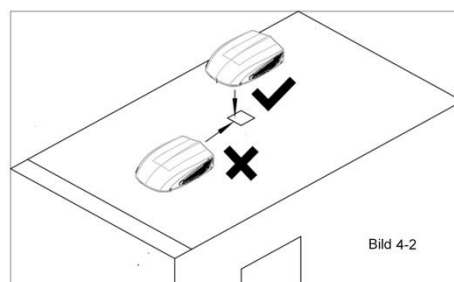

Bild 4-2
2. Ställ yttarenheten på fordonets tak, lyft bort enheten och borra hålen, ställ enheten tillbaka. Släp inte enheten, sigilltejpen kan lossa. (Se Bild 4-2).